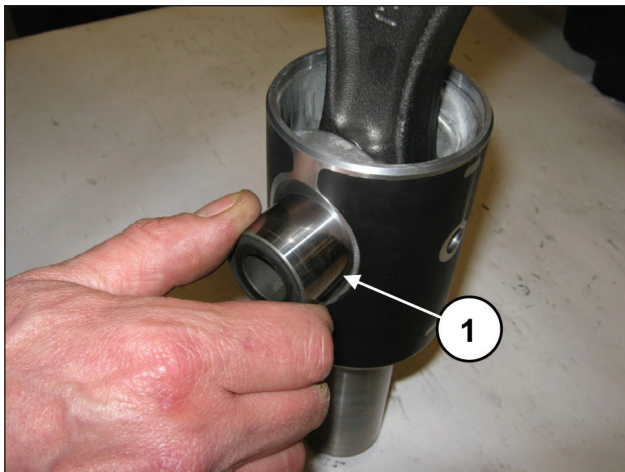

Рис. 40
Выньте палец (поз. ①, Рис. 40) и извлеките шатун (поз. ①, Рис. 41).
Вставьте шатун в направляющую поршня (поз. ①, Рис. 41), а затем вставьте штифт (поз. ①, Рис. 40). Установите оба стопорных кольца буртика (поз. ①, Рис. 39).